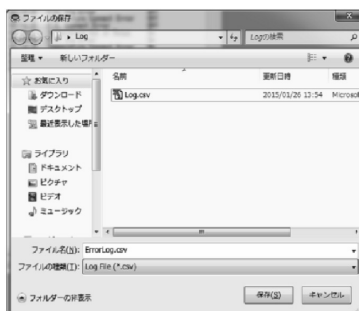

図156
- ④ また、ここではログをファイルに保存することができます。「Save」ボタンをクリックすると図156が表示され、保存先とファイル名を指定して「OK」をクリックするとCSVファイルが作成され、保存が完了します。